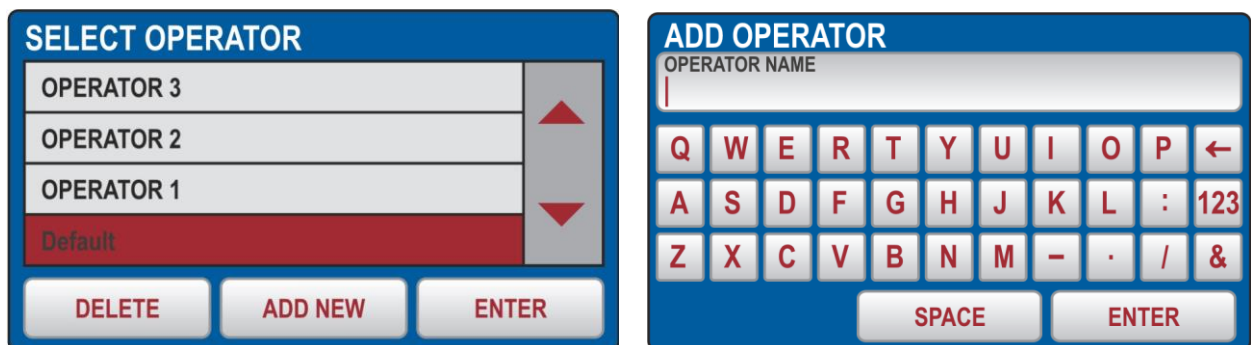

Fig. 8: Menu OPERATORE
1. Aprire il menù OPERATORE e premere il tasto virtuale **AGGIUNGI NUOVO (ADD NEW)**. La videata di Fig. 8 – parte destra è mostrata a display